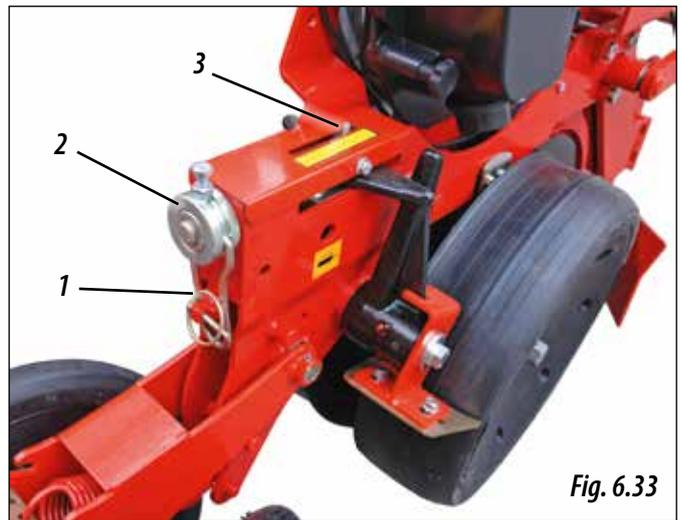

Fig. 6.33
- 1- sacar el pasador (1, Fig. 6.33), para liberar la manivela (2, Fig 6.33).
- 2- Girar la manivela, hasta situar la profundidad de siembra deseada, para ello ayúdense del indicador de profundidad (3, Fig. 6.33).
- 3- Una vez establecida la profundidad bajar la manivela (2, Fig. 6.33), y colocar el pasador (1, Fig. 6.33) para fijar la profundidad de siembra.